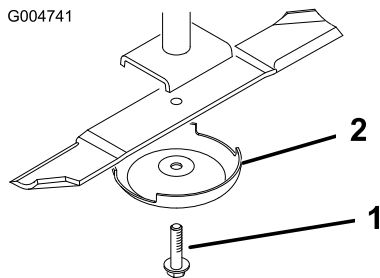

Bild 88
3. Entfernen Sie die Messerschraube, die Antiskalpierkuppe und das Messer von der Spindelwelle (Bild 88).